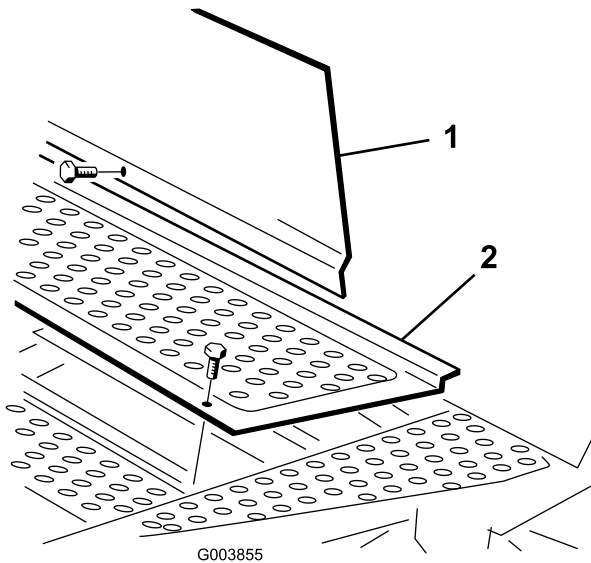

Figura 5
1. Retire os fechos que fixam o canto dianteiro esquerdo do painel inferior e a extremidade esquerda do painel de acesso no chassis (Figura 5).
2. Substitua o fecho do painel inferior pelo perno de cabeça flangeada ((5/16 x 5/8 polegada) fornecido nas peças soltas (Figura 5).
3. Substitua o fecho do painel de acesso pelo perno de cabeça flangeada (5/16 x 3/4 polegada) fornecido nas peças soltas (Figura 5).